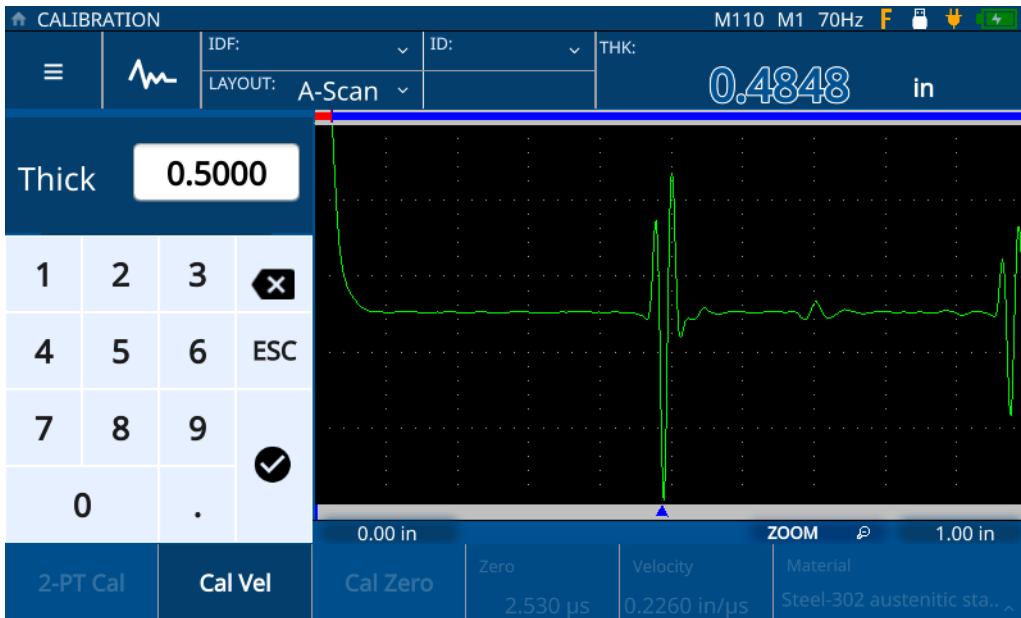

Figura 5-3 Inserção de espessura da amostra
5. Toque no valor de **Thick** (Espesso) para entrar no modo de edição e insira a espessura da amostra (consulte Figura 5-3 na página 42).